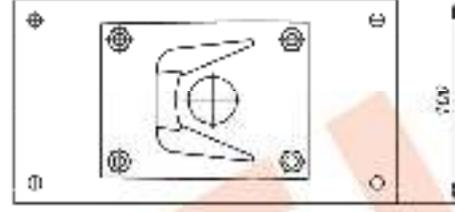

Рис.3 Монтаж фронтальной ПБЗ на опору (крутую или квадратную)
1. Кронштейн KC-1 для крепления IP-видеокамеры ТВК-97 IP на опоры \varnothing ; $\square=115 \times 135 \text{ мм}$ (другой размер – под заказ). Монтаж кронштейна см. рис.3;